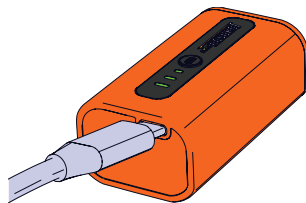

Figure 2
3. Brancher un adaptateur/chargeur USB de type C au port de recharge de pile situé sur l'avant du boîtier de pile. (Figure 2)